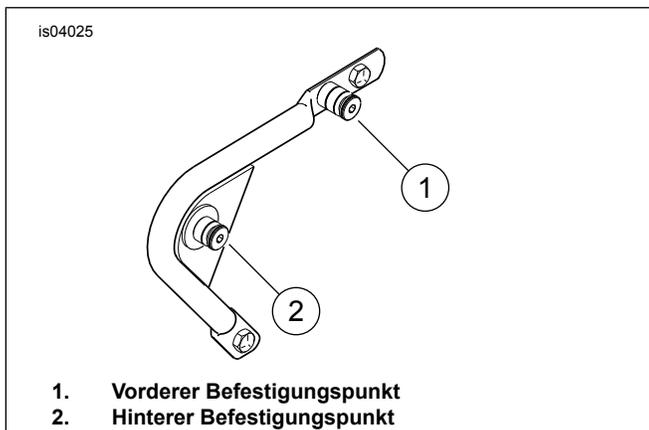
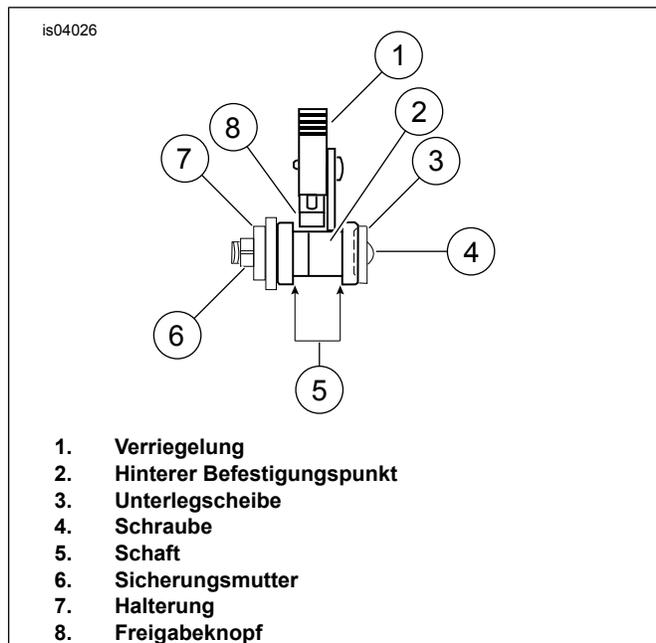

Abbildung 1. Befestigungspunkthalterung
Abbildung 2. Korrekte Ausrichtung der Verriegelung am hinteren Befestigungspunkt (vom Motorradheck aus gesehen)
- Siehe Abbildung 1 >. Hinter das Motorrad stellen und die vorderen Kerben des Tour-Pak-Trägers in die vorderen Befestigungspunkte (1) platzieren. Sicherstellen, dass die Kerben vollständig in die vorderen Befestigungspunkte eingesetzt sind.
- Siehe Abbildung 1 und Abbildung 2. Die Verriegelungen über den hinteren Befestigungspunkten (2) platzieren. Prüfen, ob die Verriegelungen wie in Abbildung 2 dargestellt in den Hals der hinteren Befestigungspunkte passen. Dazu muss der Träger evtl. leicht zusammengedrückt oder gespreizt werden.
Nach Einbau des Tour-Pak-Trägers überprüfen, ob Tour-Pak und Träger sicher befestigt sind. Die vorderen und hinteren Befestigungspunkte müssen vollständig eingerastet sein. Siehe Abbildung 2 für korrekte Einraststellung.